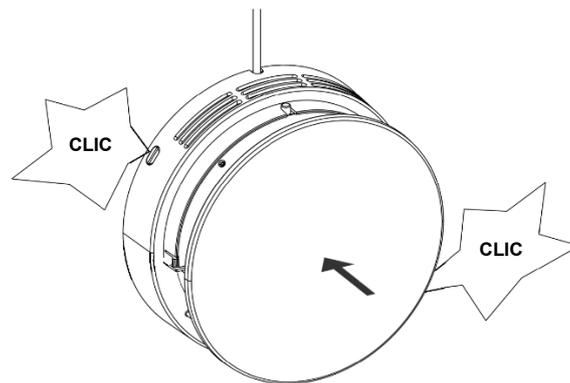

Figure 25 - Replacez la centrale dans le mur.
6. Replacez la centrale dans le mur et enfoncez-la avec précaution jusqu'à ce que les encoches s'enclenchent (voir Figure 25 ci-dessous).